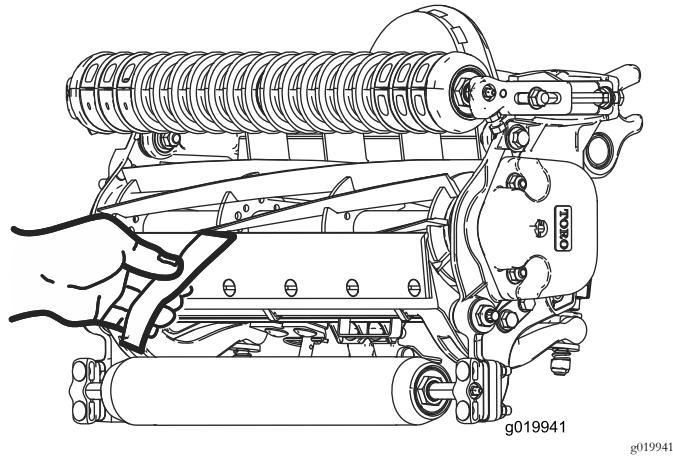

图10
10. 在滚刀与底刀间插入一长条剪切性能纸Toro 零件号125-5610纸要与底刀垂直检测剪切性能图10。